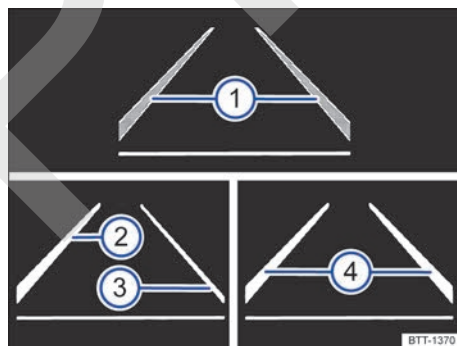

Fig. 177 En la pantalla del cuadro de instrumentos: indicaciones del asistente de aviso de salida del carril.
Indicaciones en la pantalla → **fig. 177**:
- El sistema tiene que haber detectado a ambos lados del vehículo una línea de delimitación de carril → fig. 177.